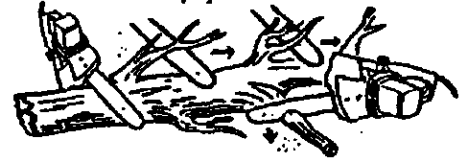

Figura 27
- Comience en la base del árbol derribado y trabaje hacia arriba cortando las ramas. Corte las ramas pequeñas con un solo corte. Figura 27.